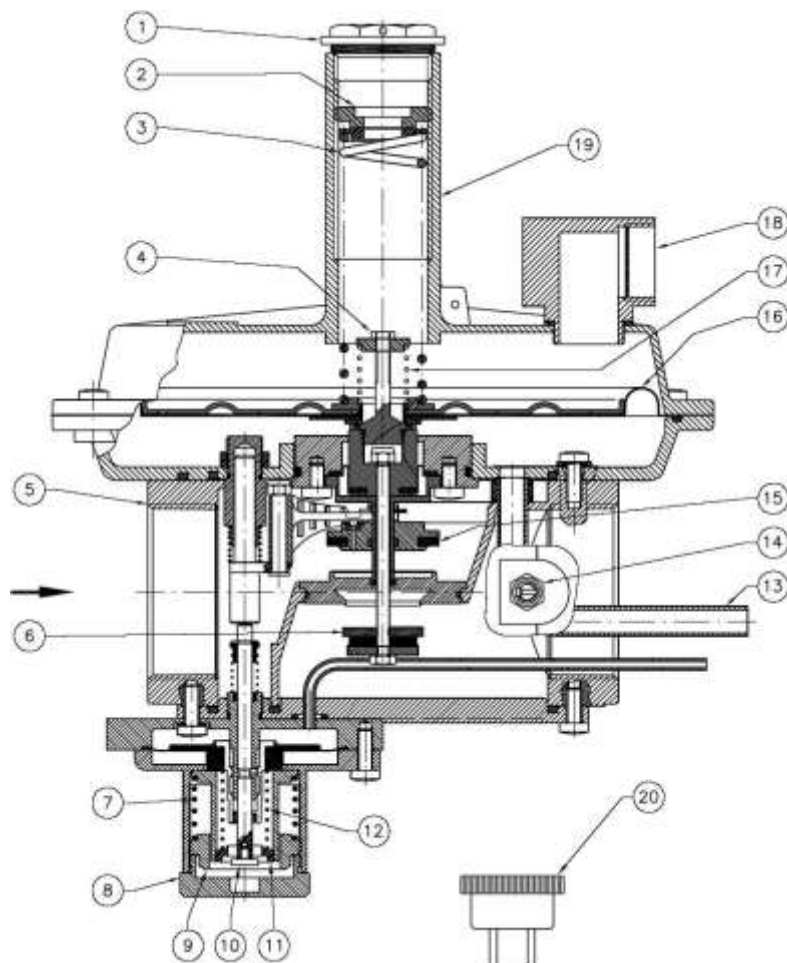

Рис. 1
Регулятор (рис. 1) состоит из: запорный колпачок (регулятор) (1); регулировочный винт выходного давления (2); пружина настройки выходного давления (3); настройка сбросного клапана (4); корпус (5); затвор регулятора (6); пружина настройки ПЗК по избыточному давлению (7); защитный колпачок (ПЗК) (8); регулировочный винт ПЗК по избыточному давлению (9); рычаг взвода ПЗК (10); настройка ПЗК по недостаточному давлению (11); пружина настройки ПЗК по недостаточному давлению (12); встроенная импульсная трубка (13); штуцер измерения давления на выходе (14); затвор ПЗК (15); рабочая мембрана (16); пружина сбросного клапана (17); сбросное отверстие избыточного давления G 3/4" (18); воронка (19); ключ для настройки ПЗК (20).